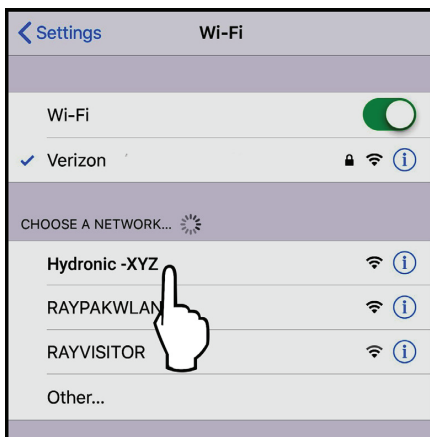

Figure 93. Sélectionnez le réseau sans fil
7. Sélectionnez le réseau auquel l'appareil est connecté (voir sur l'écran de l'appareil), comme indiqué à la **Figure 93**